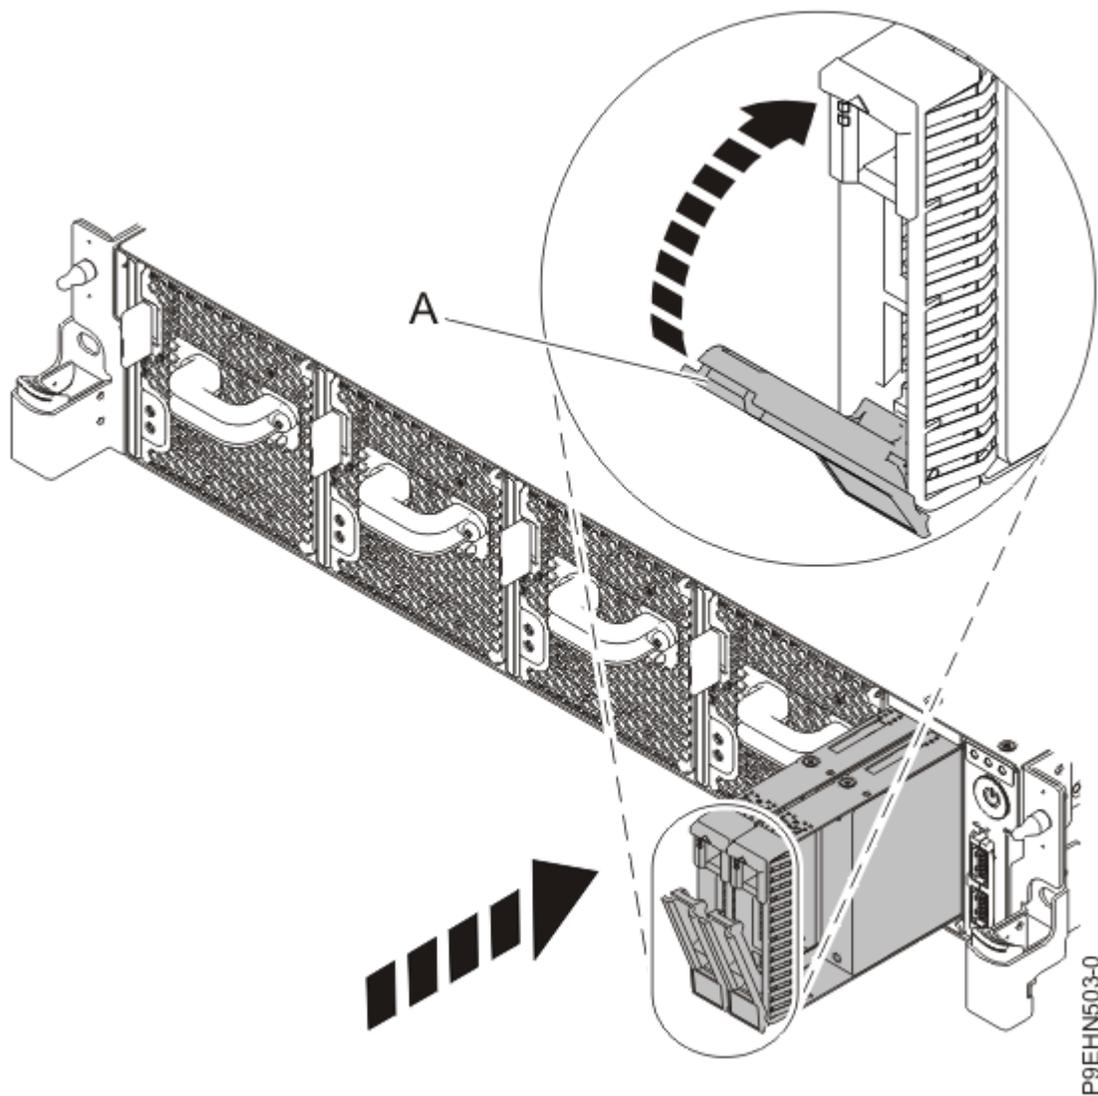

Figure 6. Détails relatifs à la fixation d'une unité de disque
3. Verrouillez la poignée de la baie d'unité de disque (**A**) en appuyant sur le loquet de la poignée. Voir Figure 6, à la page 11.